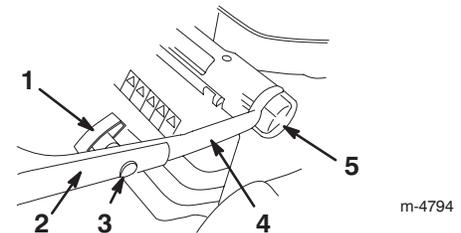

Bild 2
2. Lockern Sie die Höheneinstellräder am Griff und drehen das Unterteil des Griffs in Richtung Rückseite des Rasenmähers, bis es einer in Bild 2 dargestellten Höheneinstellung ist.
4. Sichern Sie den oberen Handgriffteil mit den Ovalkopfschrauben und Griffstellrädern am unteren Teil ab (Bild 2). *Ziehen Sie die Räder gut fest.*
Sie können den Handgriff auf drei verschiedene Höhen einstellen: hoch, mittel und tief (Bild 2). Wählen Sie die Griffhöhe, die für Sie am bequemsten ist.